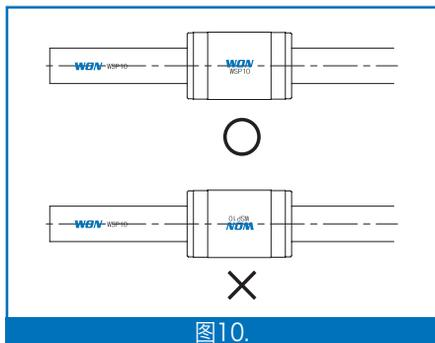

图10.
- ① WON滚珠花键在非连续瞬间最高达到120°C、连续使用时可达到80°C。温度超过80°C时，请咨询WON。
- ② WON滚珠花键在花键轴和螺丝帽标识方向和位置相同状态(参考图10)时，精度调整为最佳状态。安装到机器时，要注意防止螺丝帽和花键轴的转向和螺丝帽的配置、转向方向发生转变。
- ③ 通过在一个轴使用两个以上的螺丝帽，在外筒的旋转方向固定两个以上的按钮时，螺丝帽的按键槽位置要并行，请咨询WON。